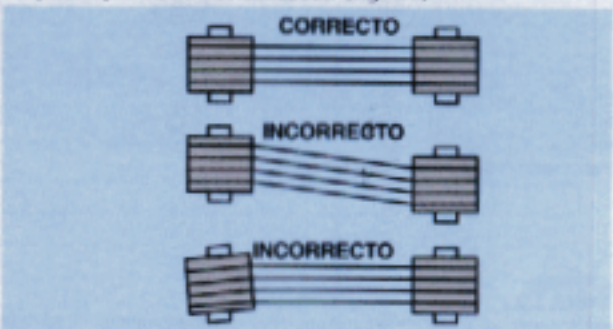

Fig. 3.9 - Correcto alineamiento de las poleas.
**FUNCIONAMIENTO:** se deben evitar los esfuerzos radiales desnesarios en los cojinetes, situando los ejes paralelos entre sí y las poleas perfectamente alineadas. (Fig. 3.9)